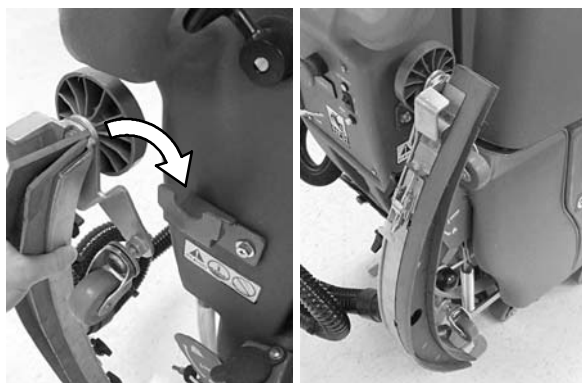

FIG. 24
9. Lorsque vous transportez ou entreposez la machine, retirez le bloc de racloir et suspendez-le sur la bride d'entreposage (Figure 24).